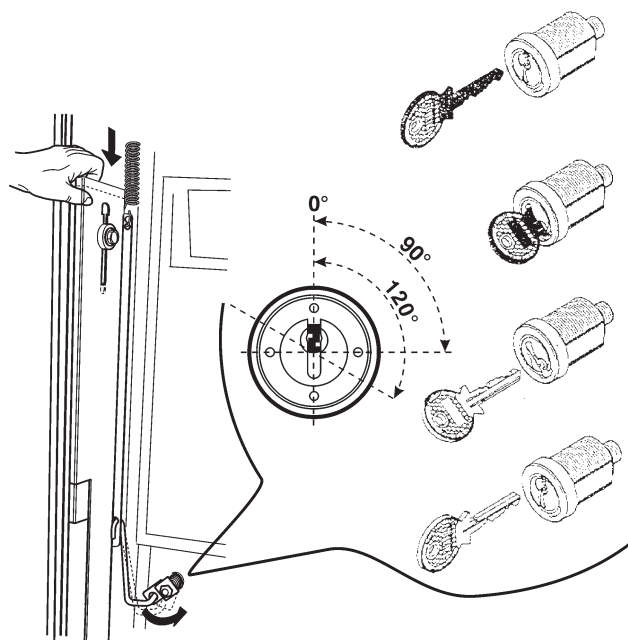

Рис. 4
- выполните данную операцию при открытой дверце, опустив блокирующий штырь с помощью специального захвата (см. рис. 4) для обеспечения вращения на 120°;